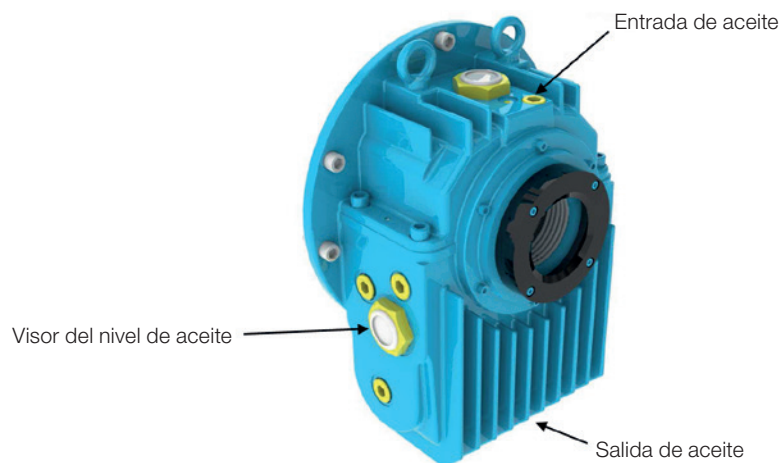

Figura 56 - Cojinete de deslelevación.
- Drene el aceite a través del drenaje localizado en la parte inferior de la carcasa del cojinete (ver Figura 56);